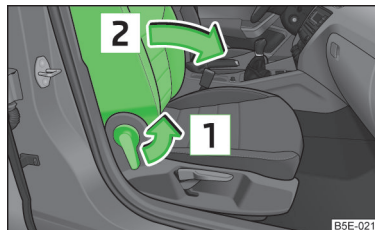

Fig. 54
- Tirare la leva nella direzione indicata dalla freccia **1** » fig. 54.
➤ Tirare la leva nella direzione indicata dalla freccia [1] » fig. 54.